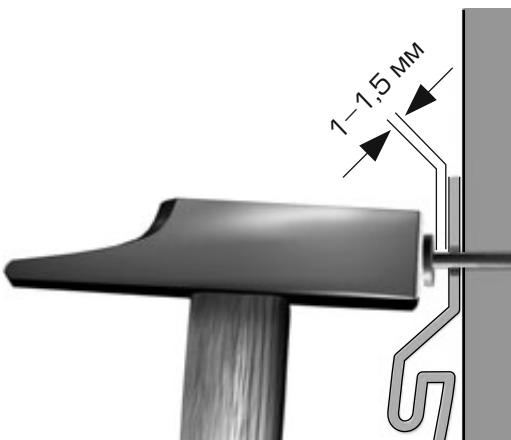

рис. 2
- Не прибивайте сайдинг слишком плотно. Оставьте расстояние приблизительно 1-1,5 мм между верхним краем шляпки гвоздя и панелью. Это необходимо для свободного расширения-сжатия, что позволит предотвратить волновой эффект (рис. 2).